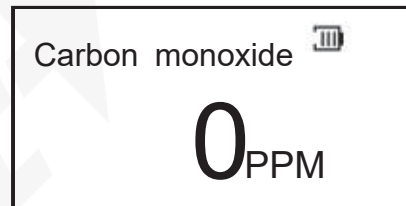

Fig.7
4.2 Estado normal de detecção e alarme Se o detector não detectar um gás acima da concentração do valor de alarme baixo, o ecrã exibirá normalmente o valor de detecção atual do gás. Por exemplo, o gás monóxido de carbono é mostrado na Fig. 7.